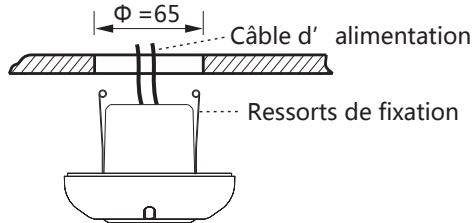

FIG.14
- Fermer les deux ressorts de fixation du détecteur et l'insérer dans le trou percé au niveau du plafond (Voir FIG.14).